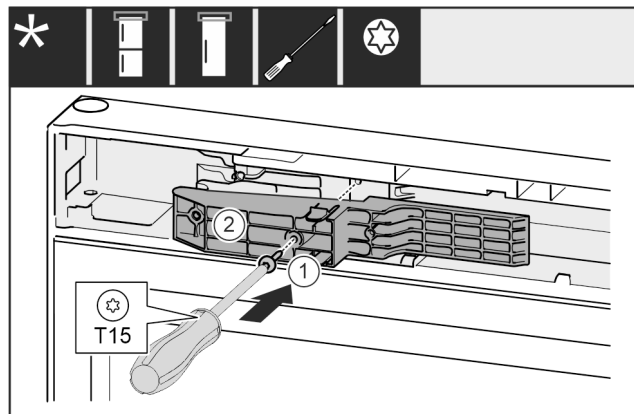

Fig. 64 *
- ▶ Adapterstuk Fig. 64 (1) aan de greepzijde in de uitsparing plaatsen.*
- ▶ Schroef Fig. 64 (2) met een schroevendraaier vastschroeven.*